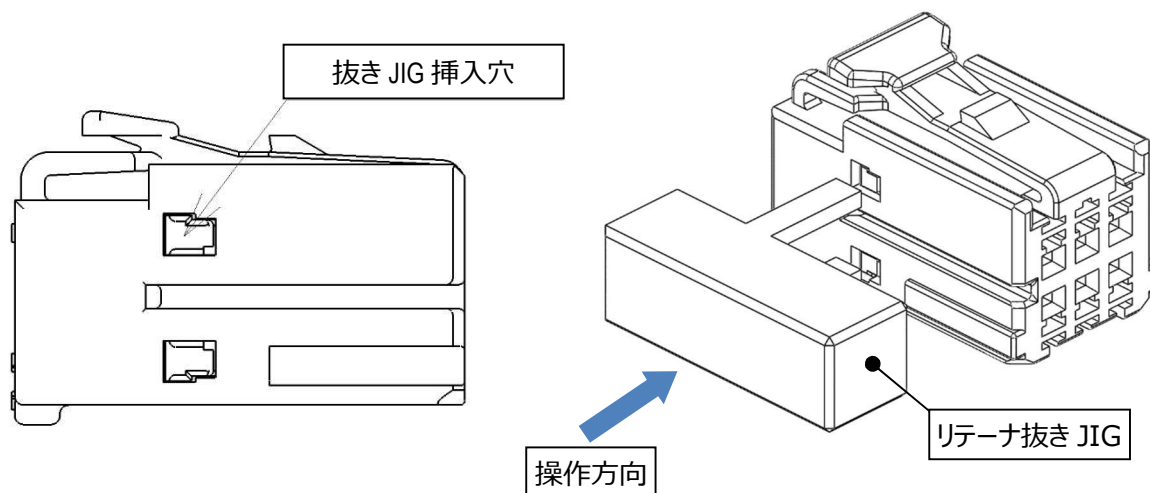

図 37.リテーナ解除方法
- ①ハウジング側面(ポジション 1 側)の抜き JIG 挿入穴に専用 JIG を差し込み、リテーナを押し出してください。(図 37 参照)